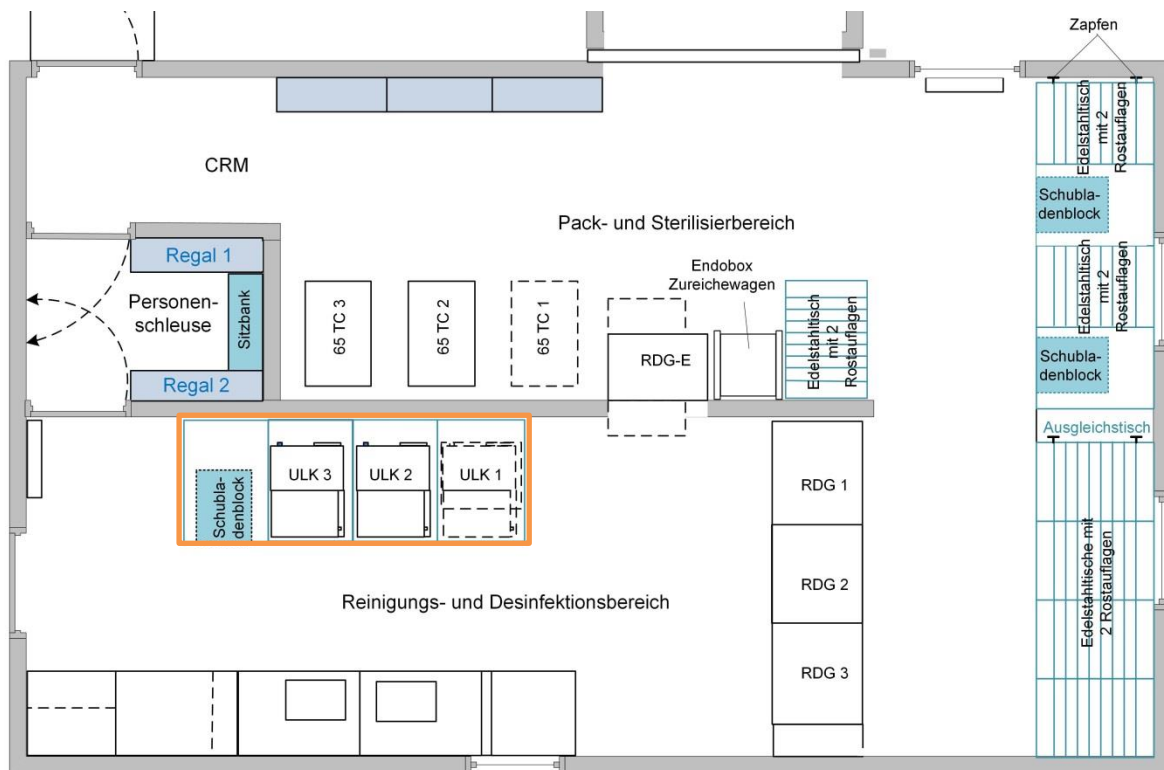

Abb. 5: Aufstellplan Edelstahltische
- ◆ Stellen Sie an der Mittelwand 2 einzelne Edelstahltische MSE auf (siehe Abb. 5:). Der gestrichelt dargestellte Tisch entfällt, wenn ein 65 TC 1 aufgestellt wird.
- ◆ Hängen Sie die Rostauflagen gemäß Aufstellplan (Abb. 5:) ein.
- ◆ Platzieren Sie die Schubladenblöcke gemäß Aufstellplan (Abb. 5:).
Die 4 Edelstahltische MSE für den unreinen Bereich (Abb. 5: - beige Umrandung) werden mit speziellen Füßen - ohne Rostauflagen, Alu.- über den Umlaufkühlern 1800/20 aufgestellt, wenn diese angeschlossen sind.